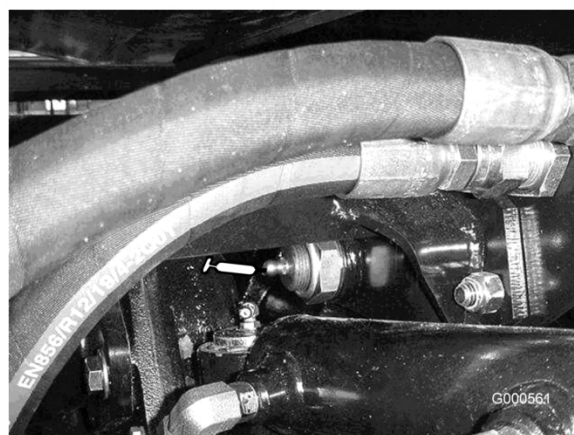

Figure 25
- Bagues de pivot d'essieu arrière (2) (Figure 25).